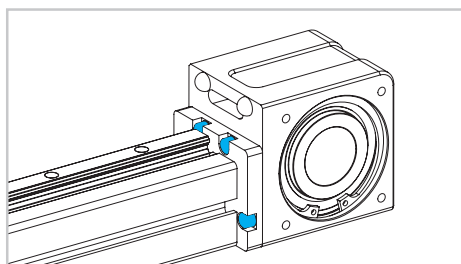

Fig. 8
- 5) Pour les tailles 30 et 50 dévisser les 4 vis positionnées sur la bride d'interface (fig. 8).